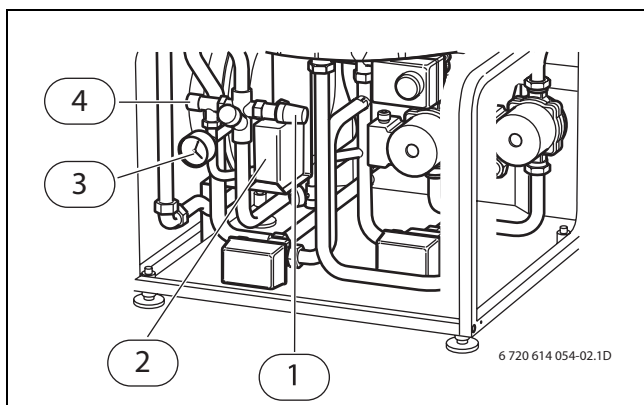

Fig. 2 Tilkoblingsfrirom
- ▶ Hvis trykket ligger under 1,0 bar, skal det fylles på vann til trykket ligger på cirka 1,5 bar. Ventil for påfylling av vann befinner seg i tilkoblingsfrirommet (→ fig. 2, [4], side 6).